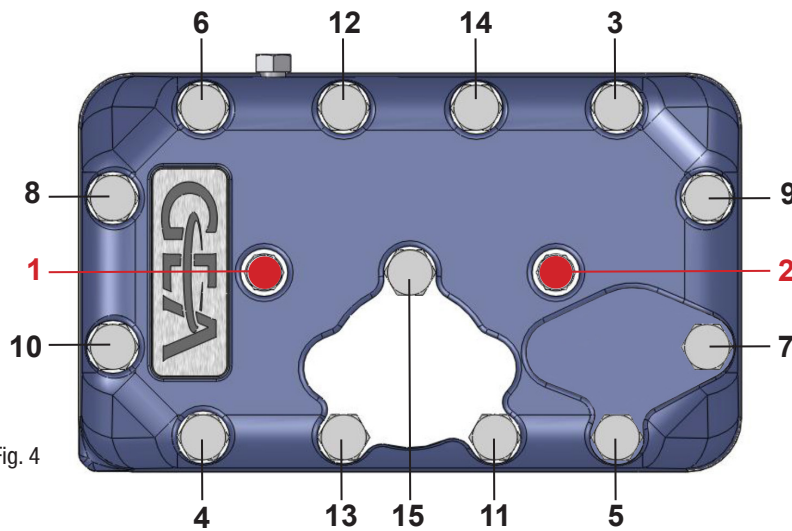

Abb. 4 / Fig. 4
**Wichtig!** Die Reihenfolge zur Montage der Schrauben muss unbedingt eingehalten werden, um Beschädigungen an der Ventilplatte zu vermeiden, siehe Nummerierung in Abb. 4 + 5.
**Important!** The order for mounting of the screws must absolutely be observed to avoid damage to the valve plate, see numbering in fig. 4 + 5.